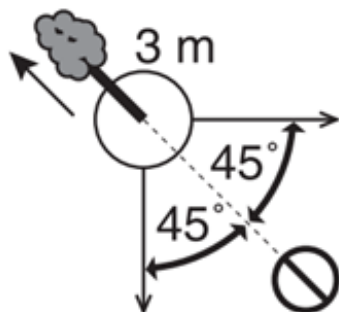

Рисунок 12. Приклад планування відходу, залежно від напрямку падіння дерева.
2. Визначити напрямок, у якому буде падати спилане дерево з урахуванням напрямку вітру, передбачити маршрут відходу під час падіння дерева (треба відійти від стовбура у протилежному напрямку падіння, принаймні на 3 м, щоб уникнути удару після відкидання стовбура назад на пень, рис. 12).